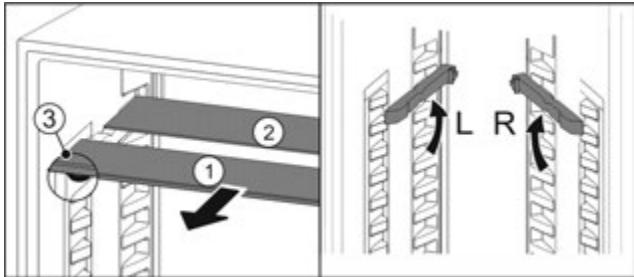

Fig. 45
- Посуньте Fig. 45 (1) скляну панель вперед.
- Скляна панель Fig. 45 (1) з декоративною планкою лежить спереду.
- Стопори Fig. 45 (3) показують вниз.